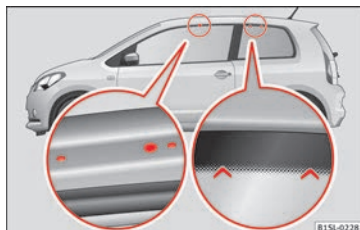

Fig. 74 Puntos de fijación de los soportes básicos y del portaequipajes de techo en vehículos de dos puertas.
Vehículos de dos puertas: los orificios y las marcas que indican los puntos de fijación para los soportes básicos delanteros se encuentran en la parte inferior de los largueros del techo » **fig. 74** (imagen ampliada izquierda). Los orificios y las marcas solo se ven cuando la puerta está abierta. Las marcas para la fijación de los soportes básicos traseros se encuentran en la parte superior de las ventanillas » **fig. 74** (imagen ampliada derecha).
- El soporte básico debe fijarse únicamente en los puntos indicados en la ilustración » fig. 74.